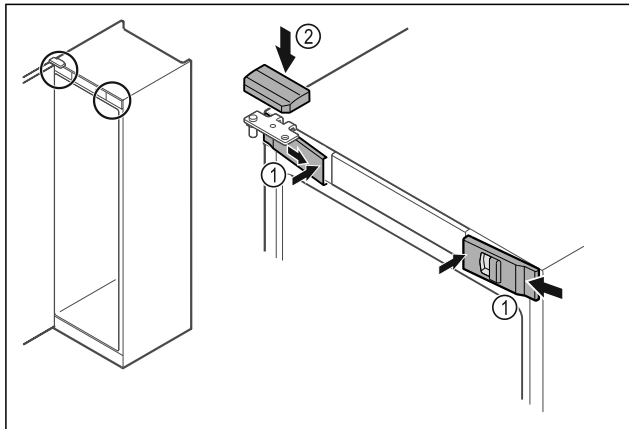

Fig. 51
- Enganchar las cubiertas delanteras Fig. 51 (1) lateralmente y encajar el interior.
- Encajar la cubierta superior Fig. 51 (2) desde arriba.